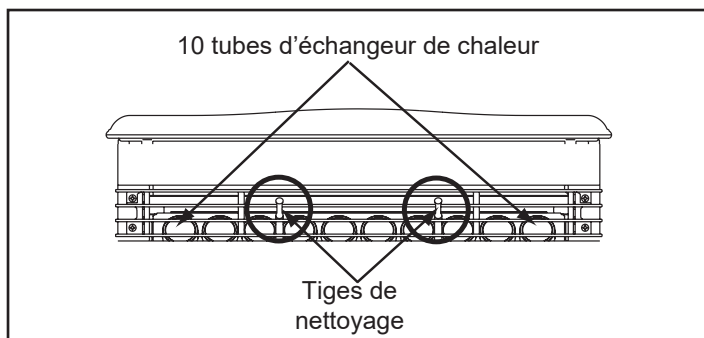

Figure 20.1
- Localisez les 2 tiges exposées situées directement sous les tubes des échangeurs de chaleur. **Figure 20.1.**